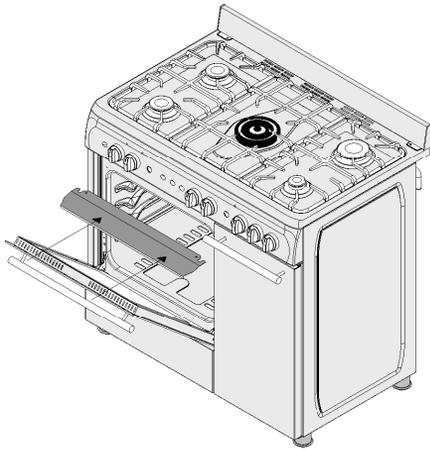

Figura 2
3. Coloque o painel de protecção sob o painel de controlo através da abertura do forno de vidro – tampa frontal (Figura 2)